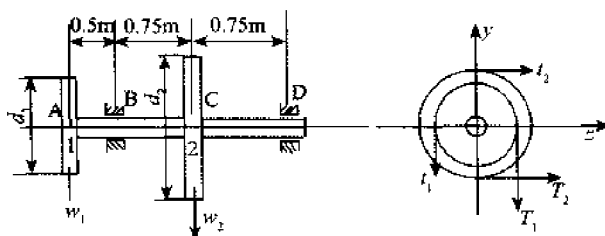

图 3-24
3. 皮带轮传动轴如图 3-24 所示, 皮带轮 1 的重量 $W_1=800\text{N}$, 直径 $d_1=0.8\text{m}$, 皮带轮 2 的重量 $W_2=1200\text{N}$, 直径 $d_2=1\text{m}$, 皮带的紧边拉力为松边拉力的 2 倍, 轴传递功率为 100kW , 转速为每分钟 200 转。轴材料为 45 钢, $[\sigma]=80\text{MPa}$, 试求轴的直径。